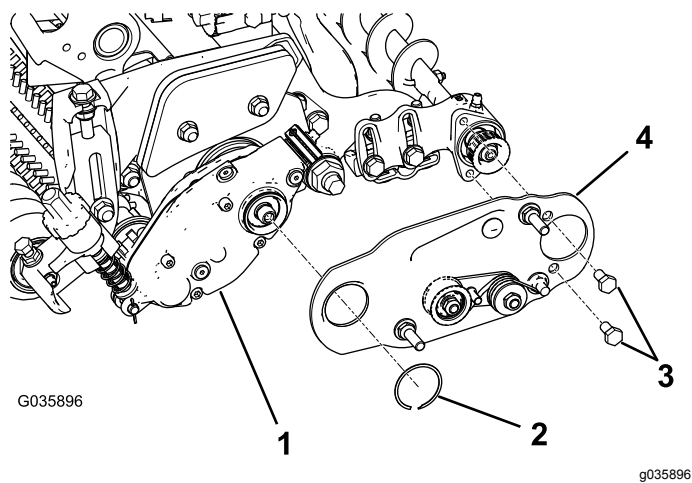

図 9
3. ローラブラシピボットプレートを 図 9のように下側にアイドラプーリを取り付けられるように向きを確認する。
4. ローラブラシピボットプレートを図 9 のように整列させる。
5. 5/16 x 1/2 in ボルト2本に 242 ロクタイト青を塗り、これを使ってブラシプレートにローラブラシベアリングハウジングに取り付ける 図 9。
6. ブラシプレートをローラブラシハウジングにリテーナリングで取り付ける 図 9。